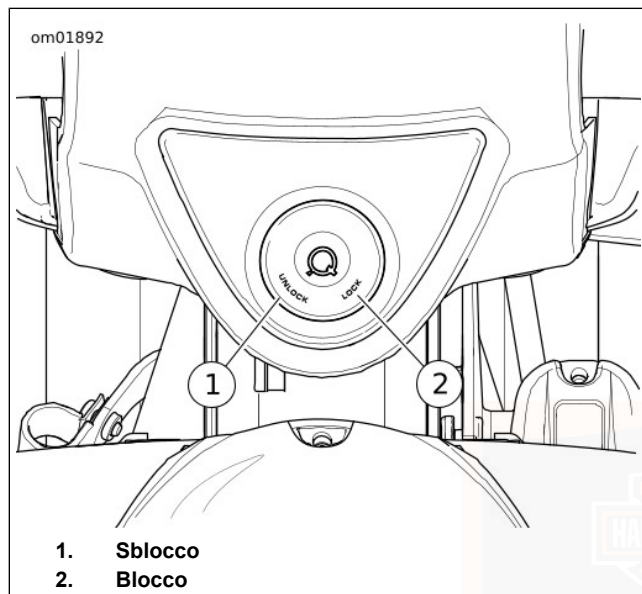

Figura 5. Dispositivo di blocco della forcella: FLRT
FLRT: vedere Figura 5. Il dispositivo di blocco della forcella si trova sulla sommità del canotto dello sterzo, dietro la gondola del faro anteriore, inserito nell'involucro del morsetto del manubrio.
2. Vedere Figura 5. Inserire la chiave e girarla in senso antiorario su LOCK (blocco). Estrarre la chiave.